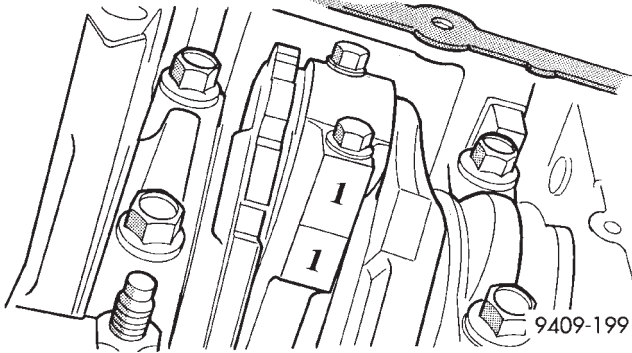

Abb. 78 Pleuel entsprechend dem zugehörigen Zylinder kennzeichnen — Typisch
(2) Pleuel und Lagerdeckel mit abriebfester Tinte oder mit einem Graviergerät kennzeichnen (Abb. 78).